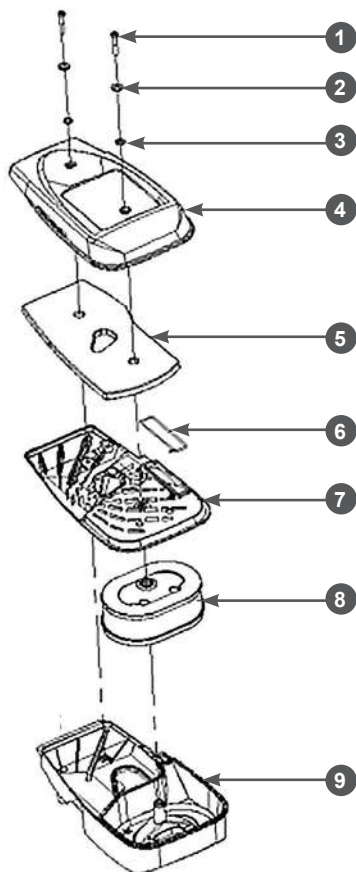

Рис. 17 Воздушный фильтр
1. Открутите винты 1 и снимите верхнюю крышку 4 воздушного фильтра (Рис. 17).
2. Извлеките поролоновый фильтрующий элемент 5 (Рис. 17). Проверьте целостность и чистоту фильтрующего элемента. При незначительном загрязнении промойте поролоновый фильтрующий элемент теплым мыльным раствором и просушите. Смочите специальным или чистым моторным маслом, после чего отожмите излишки масла. Поврежденный или сильно загрязненный поролоновый фильтрующий элемент замените.
4. Снимите крышку 7 воздушного фильтра (Рис. 17).